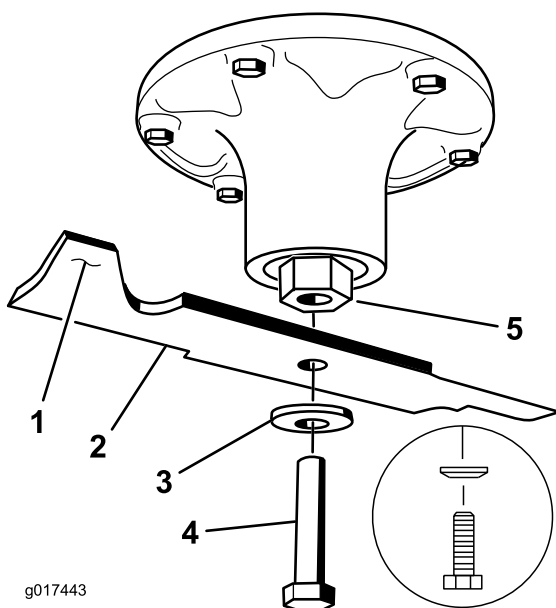

Figure 81
partie relevée seulement (Figure 81). Répétez cette procédure jusqu'à ce que la lame soit équilibrée.
2. Mettez en place la lame, la rondelle élastique et le boulon de la lame. Le côté bombé de la rondelle élastique doit être dirigé vers la tête du boulon (Figure 81). Serrez le boulon à un couple de 115 à 150 Nm (85 à 110 pi-lb).